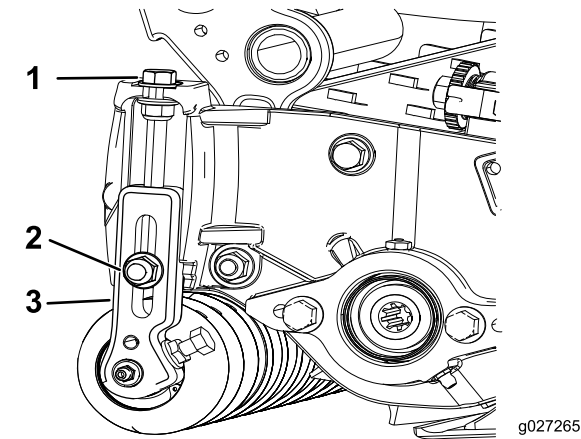

Bild 15
- 1. Lösen Sie die Sicherungsmuttern, mit denen die Schnitthöhenhalterungen an den Seitenplatten befestigt sind (Bild 15).